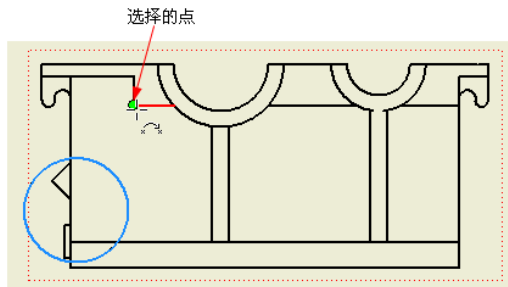

图 12-29 剖切起始点
②单击【放置视图】标签栏【创建】面板上的【局部剖视图】工具按钮，然后选择主视图，打开“局部剖视图”对话框。
③在草图中绘制的圆形被自动选择作为剖切边界的截面轮廓，在【深度】选项中选择【自点】项，到主视图选择如图 12-29 所示的点作为剖切的起始点，最后设置剖切的深度，这里指定为 93mm。